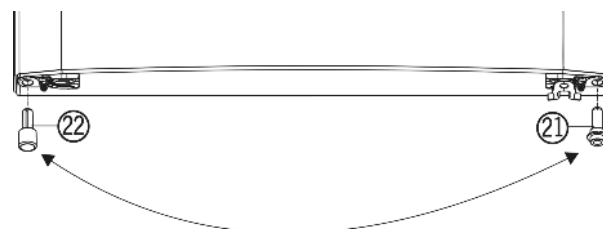

Fig. 4
- ▶ Извлеките из двери распорную деталь Fig. 4 (22) вниз слева.
- ▶ Вставьте распорную деталь Fig. 4 (22) в дверь справа внизу.